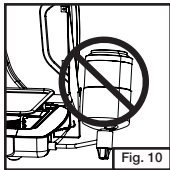

Fig. 10
- No haga funcionar nunca una estufa con el cilindro de propano en una posición invertida. (Fig. 10)